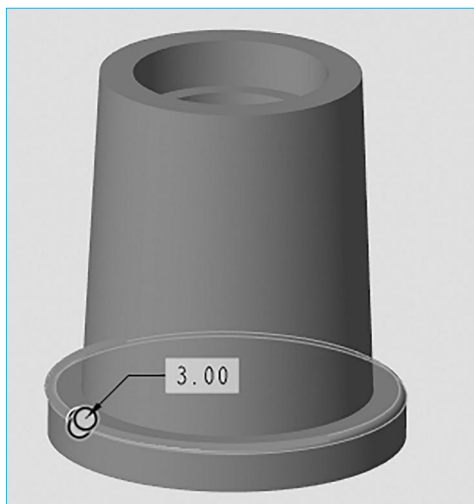
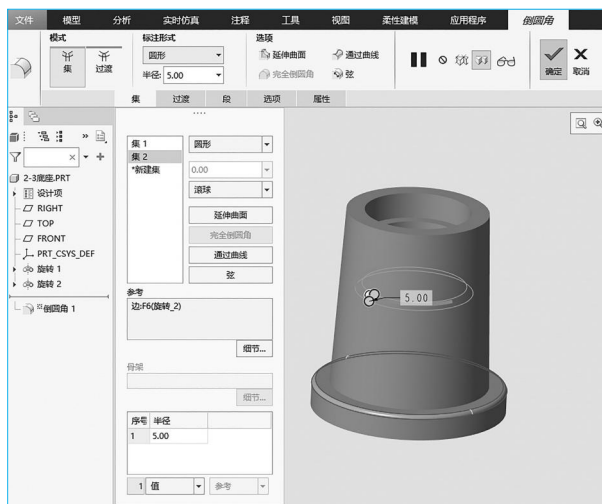

图 2-40 倒圆角 R3
图 2-41 倒圆角 R5
(1) 单击  按钮，选择如图 2-40 所示对象，输入参数 3，再选择如图 2-41 所示对象，输入参数 5，单击  按钮，完成创建。